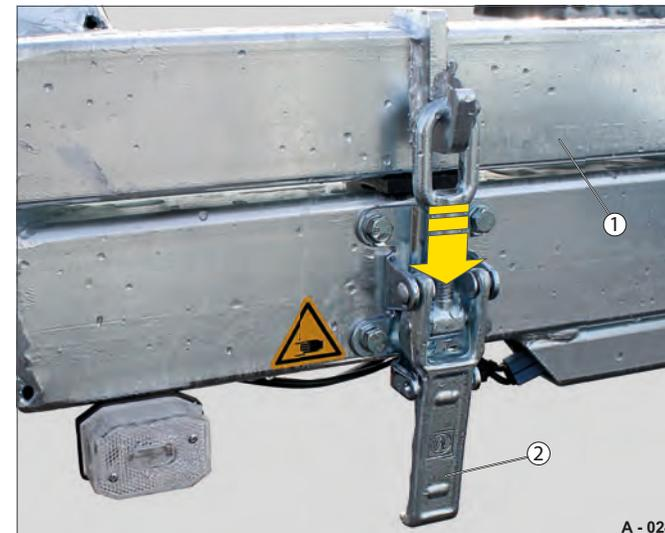

Fig. 15 Châssis porte-touret verrouillé / en position de conduite
- Assurez-vous que les deux leviers de fermeture (Fig. 15 /2) sont verrouillés.
- Le châssis porte-touret (Fig. 15 /1) est sécurisé en position de conduite.